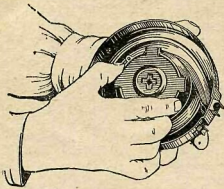

Рис. 57. Как завести пружину
2. Завести пружину магазина (рис. 57), для чего: взять магазин в левую руку, пальцами правой руки за выступы барабана завести пружину барабана, вращая